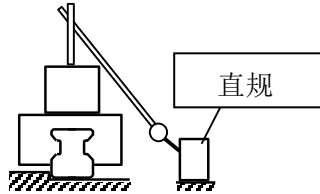
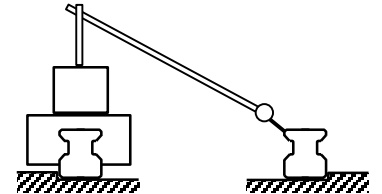

图1 测定基准侧导轨的直线度
图2 测定平行度
- 测定基准侧导轨的直线度（图1），然后测定与从动侧导轨的平行度（图2）。